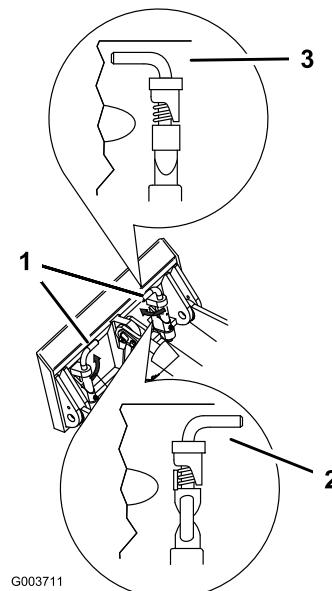

Bild 25
7. Lassen die Schnellbefestigungsstifte eingreifen und stellen Sie sicher, dass sie vollständig in der Befestigungsplatte sitzen (Bild 25).